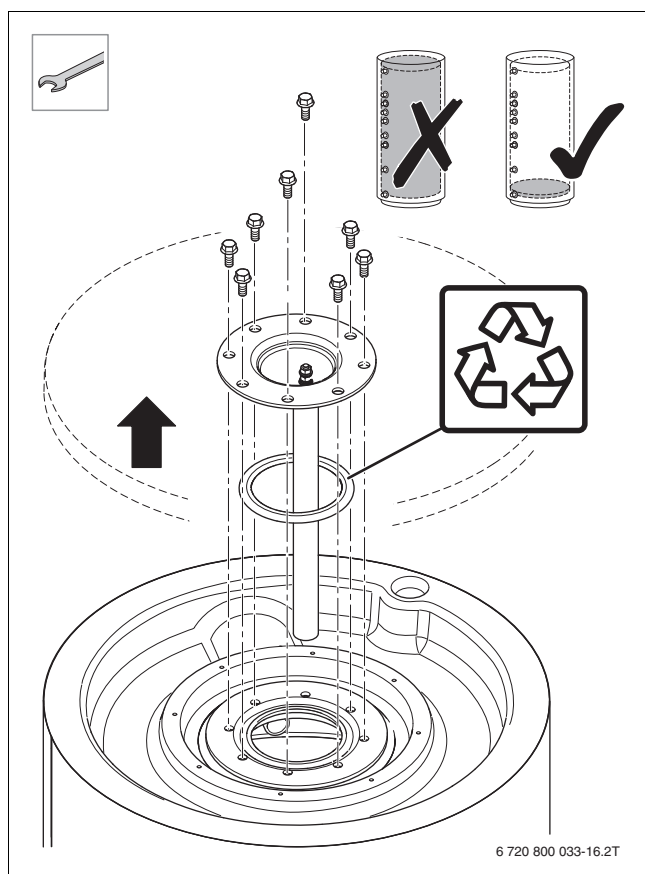
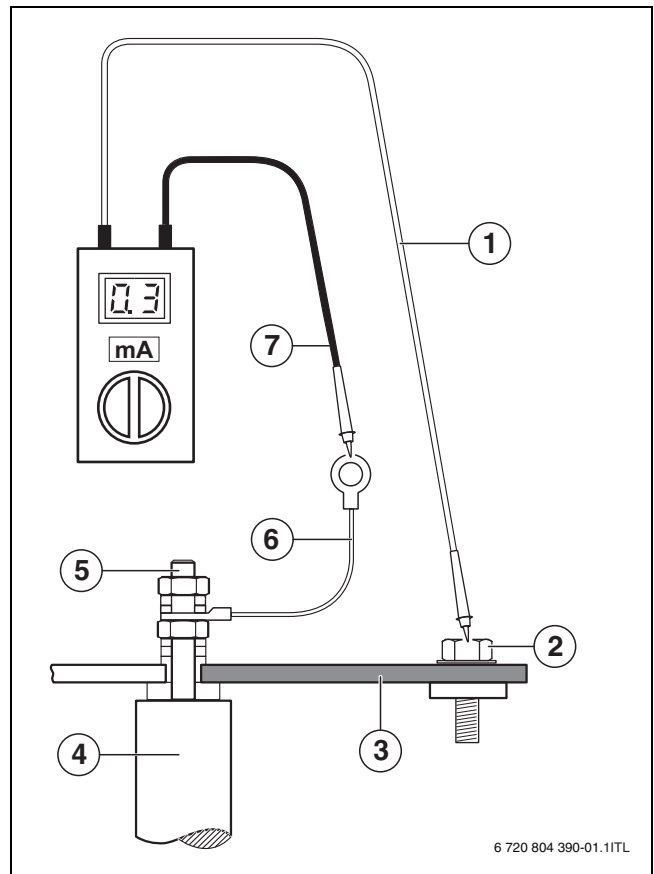

Fig. 20
Fig. 26
Aby można było zastosować przyrząd do sprawdzania anody do pomiaru prądu zabezpieczającego, konieczne jest, aby anoda magnezowa była zamontowana z izolacją (→ rys. 26, str. 58).
Tab. 9 Sprawdzenie za pomocą przyrządu do sprawdzania anody (→ rys. 26, str. 58)
- ▶ Zdemontować i sprawdzić anodę magnezową (→ rys. 20, str. 57 i rys. 26, str. 58).